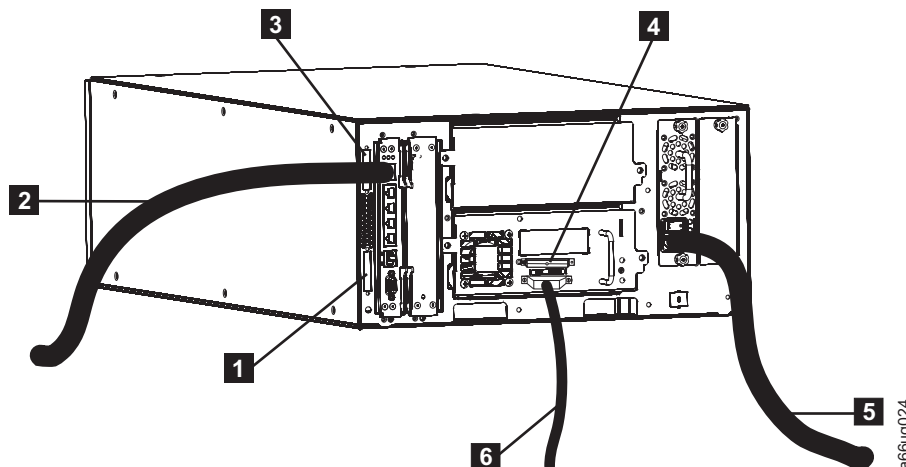

Figura 3-16. Cableado de una biblioteca de 5U con una unidad SCSI
1. Instale el terminador de comunicación de módulo superior (**3** en la Figura 3-16).
2. Instale el terminador de comunicación de módulo inferior (**1** en la Figura 3-16).
3. Instale un extremo del cable Ethernet proporcionado por el cliente (**2** en la Figura 3-16) en el puerto Ethernet de la unidad blade de control de biblioteca y, a continuación, conecte un extremo del cable a la red.
- Instale un terminador SCSI (4 en la Figura 3-16 en la página 3-18) en el receptáculo superior de cada unidad SCSI de la biblioteca.
- Conecte un extremo de un cable SCSI al receptáculo inferior de cada unidad SCSI (6 en la Figura 3-16 en la página 3-18), a continuación, conecte el otro extremo del cable al host.
5. Instale un extremo del cable de alimentación (5 en la Figura 3-16 en la página 3-18) en el receptáculo de una fuente de alimentación de la biblioteca y, a continuación, conecte el otro extremo del cable con la fuente de alimentación. Repita este procedimiento para cada fuente de alimentación de la biblioteca.